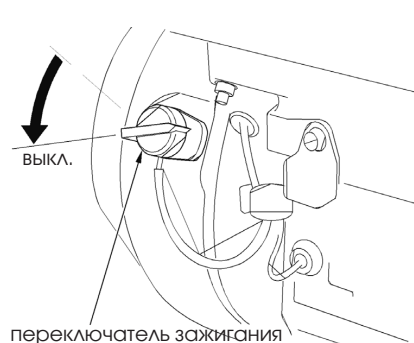

Рисунок 20
2. Установите переключатель зажигания в положение «ВЫКЛ» (рис. 20).